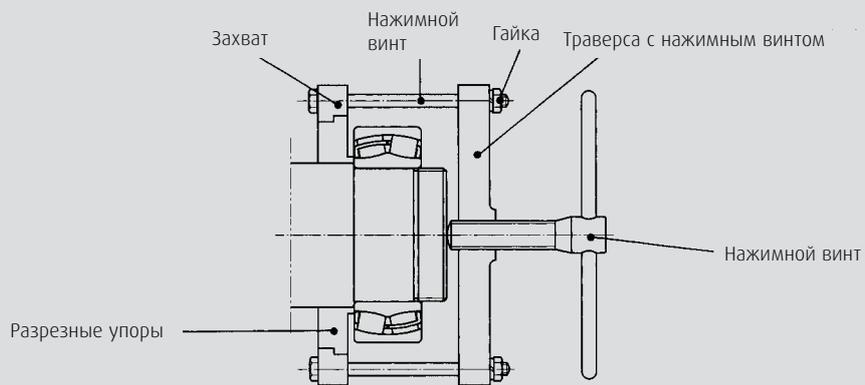
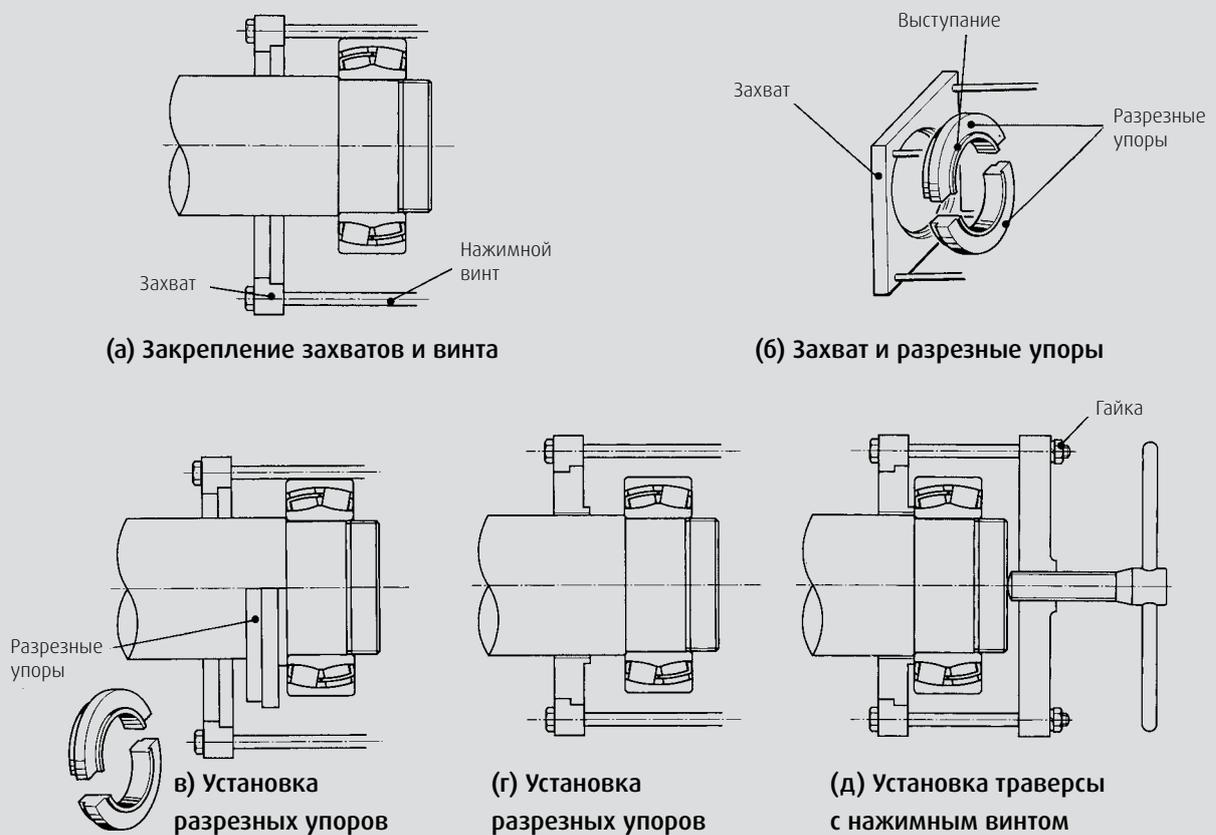

Рис. 7.1 Установка специального съемника
Рис. 7.2 Применение специального съемника
Для применяемого способа обычно применяется специальный съемник (**Рис. 7.1**) из комплекта приспособлений и инструментов, см. **Рис. 7.2**. Конструкция специального съемника состоит из траверсы
1. Установите захват после закрепления 4 болтов позади подшипника (с противоположной стороны от торца вала). (Чтобы выполнить это, диаметр отверстия под разрезные упоры должен быть больше наружного диаметра подшипника, который будет демонтирован.) **{Рис. 7.2 (а)}**
2. Установите каждый разрезной упор между захватом и подшипником. Сначала приложите разрезные упоры к торцу внутреннего кольца подшипника, обхватив упорами вал. **{Рис. 7.2 (б), (в)}** Для подшипника, смонтированного с дистанционным кольцом, приложите упоры к торцу дистанционного кольца, противоположного торцу вала, обхватив упорами вал.
3. Подсоедините упоры к захвату. **{Рис. 7.2 (г)}**
4. Пропустите 4 болта сквозь траверсу и наверните гайки. **{Рис. 7.2 (д)}**
5. Установите нажимной винт, подсоединенный к траверсе в центр вала, и аккуратно навинтите 4 гайки так, чтобы траверса стала параллельной захвату. **{Рис. 7.2 (д)}**